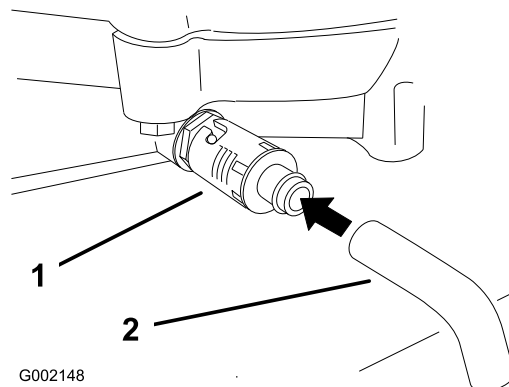

Рисунок 21
4. Поместите поддон под сливное отверстие. Поверните маслосливной клапан, чтобы дать маслу стечь (Рисунок 21).